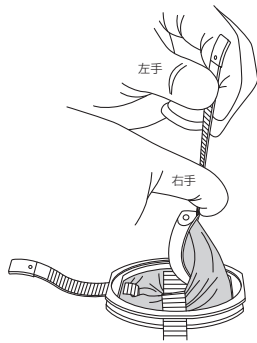

図12
- 6.体内リングを折り曲げたまま解除したフラップを上方へ引き上げ体内リングを抜去する。(図12)